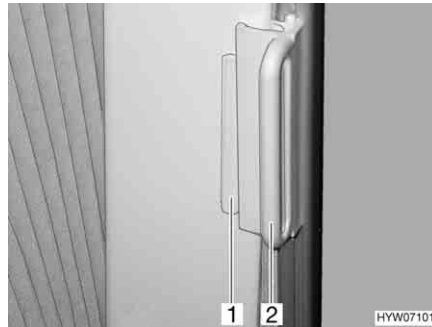

Fig. 103 Dispositif occultant plissé, fenêtres de la cabine de conduite
- Saisir les dispositifs occultants plissés par la poignée (Fig. 103,2) et tirer avec précaution jusqu'à ce que le blocage magnétique les maintienne fermés.
- Pousser la poignée (Fig. 103,2) sur la pièce de fixation (Fig. 103,1). Le dispositif occultant plissé est bloqué.